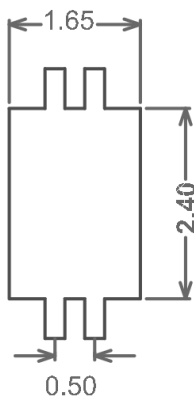

图 3-59 中心焊盘轮廓
(1) 可以先设置中间的异形焊盘。常规情况下, 中心的焊盘可以通过 5 个焊盘叠加而成, 只要将它们的引脚标号都设置为 11 就可以了。此处介绍另一种做法, 根据数据执行菜单栏中“放置”→“线条”命令来绘制焊盘的外形, 如图 3-59 所示。